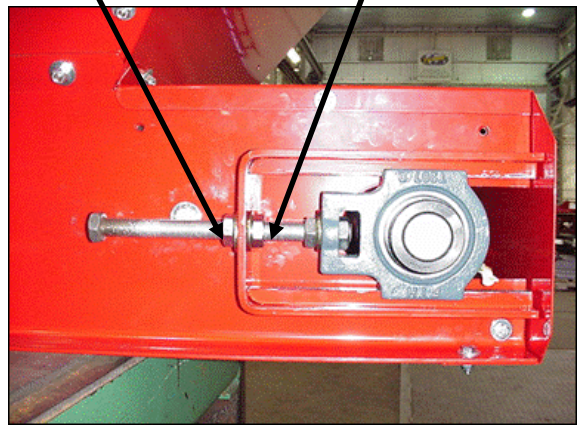

Figure 19 : Tige de tension et écrous de blocage
4. Avec deux clés, immobilisez l'extrémité de la tige de tension et desserrez l'écrou de blocage qui est celui le plus près de l'extrémité de la tige (Figure 19).
3. Du côté vers lequel se déporte la bande, immobilisez l'extrémité de la tige de tension et desserrez l'écrou de blocage, puis serrez l'écrou de réglage de la valeur de deux pans (voir Figure 19).